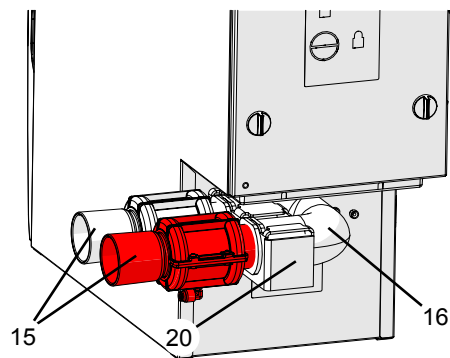

рис. 3
Открытие и закрытие всасывающих каналов происходит с помощью пневматических запорных клапанов (15, рис. 3). Для этого необходим сжатый воздух. С боку прибора подсоединен шланг для подачи сжатого воздуха.
- ⇒ Извлеките запорные клапаны (15, рис. 3) из всасывающего колена (16, рис. 3).
- ⇒ Открутите болт с накатной головкой (19).
- ⇒ Поверните по часовой стрелке всасывающее колено (16) вместе с креплением (20) и освободите его от фиксирующих болтов. Потянув на себя, снимите его с отсосного патрубка вытяжки (А).
- ⇒ Выдавите всасывающее колено из крепления (В), поверните (С) и в новом положении снова вдавите в крепление (D).
- ⇒ Установите всасывающее колено на отсосной патрубок вытяжки и вращением по часовой стрелке закрепите крепление на фиксирующих болтах (26) (E).
- ⇒ Закрепите крепление болтом с накатной головкой (19).